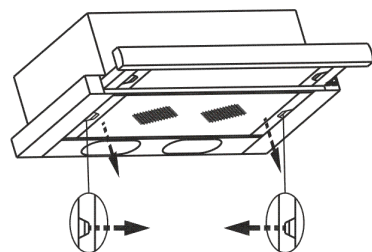

рис. 7
- снимите алюминиевый фильтр (рис. 7);
8.3 Для очистки алюминиевого фильтра извлеките его из вытяжки (рис. 7) и произведите его очистку с помощью щетки водным раствором нейтрального моющего средства вручную или в посудомоечной машине (при 60°C). Сильно загрязненный фильтр не следует мыть в посудомоечной машине.
6.5 Режим «рециркуляции»: - снимите алюминиевый фильтр, для этого нажмите на пружинный замок на фильтре и потяните его вниз и на себя (рис. 7);